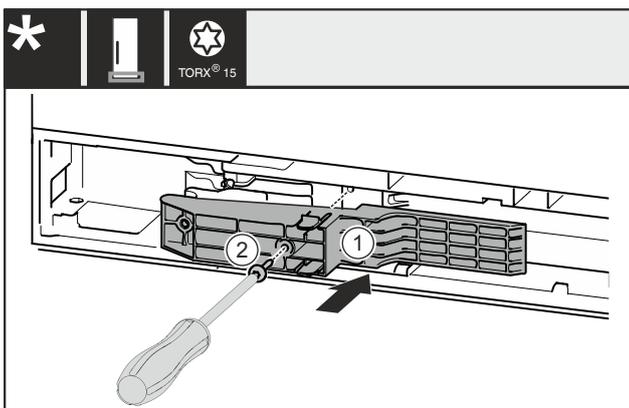

Fig. 51 *
- ▶ Inserire l'adattatore Fig. 51 (1) nel vano sul lato della maniglia.*
- ▶ Stringere la vite Fig. 51 (2) con un cacciavite.*